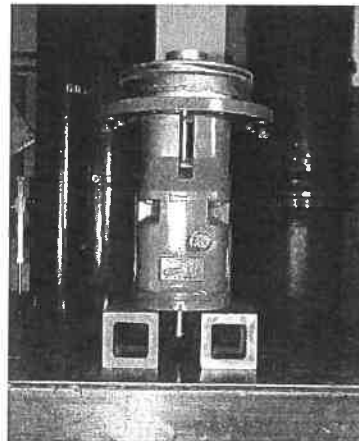

Figura 11
- Le operazioni di smontaggio successive e il rimontaggio del gruppo rotante risultano più facili se effettuate in posizione verticale (anche con albero verticale, Figura 11). Attenzione, pericolo di ribaltamento!